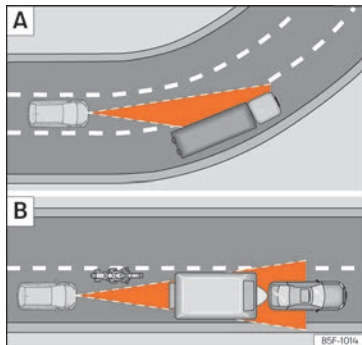

Abb. 182 **A**) Fahrzeug in einer Kurve. **B**) Vorausfahrender Motorradfahrer außerhalb des Erfassungsbereichs des Radarsensors.
Es ist möglich, dass die ACC das vorausfahrende Fahrzeug in der Kurve nicht erkennt oder die Entfernung mit Fahrzeugen, die sich auf anderen Fahrspuren befinden, einstellt »» **Abb. 182** [A].
- »» **Abb. 182** [B]